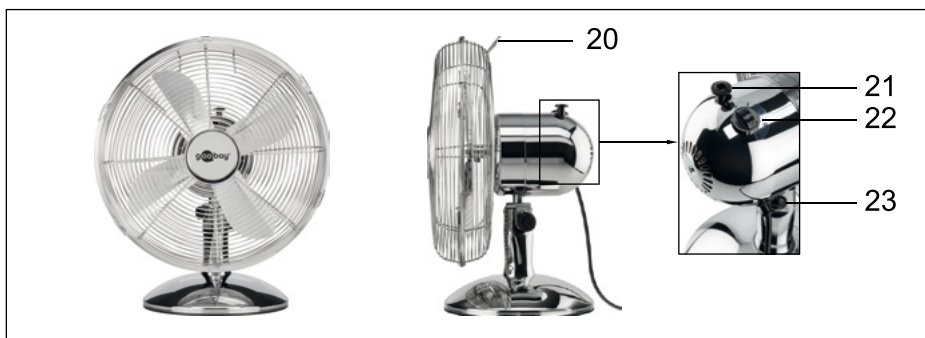

Fig.85: Ventilator de masă montat
1. Apucați ventilator de mâner (fig. 85, nr. 20) și așezați-l pe o suprafață fără praf, stabilă și orizontală.
4. Desfaceți șurubul de reglare a înclinației (fig. 85, nr. 23).
Puterea de ventilare poate fi reglată în 3 trepte prin rotirea întrerupătorului rotativ (fig. 85, nr. 22):
**ACTIVARE:** Apăsăți știftul pentru reglarea oscilației (21, fig. 85) în carcasa motorului.